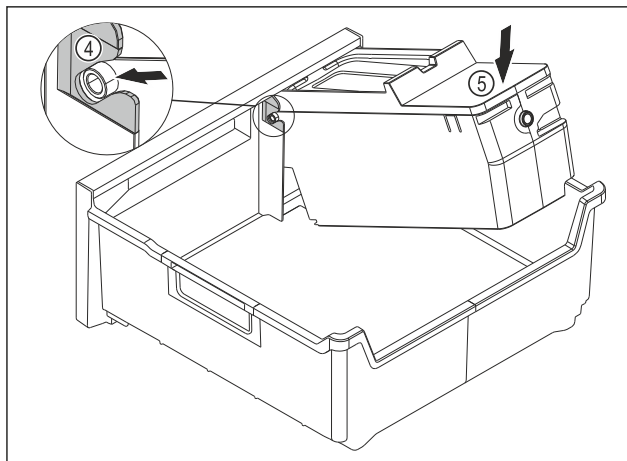

Fig. 176
- ▶ Смонтируйте корпус EasyTwist-Ice: Вставьте оси корпуса EasyTwist-Ice в направляющие Fig. 176 (4).
- ▶ Вдавите корпус EasyTwist-Ice Fig. 176 (5) вниз.